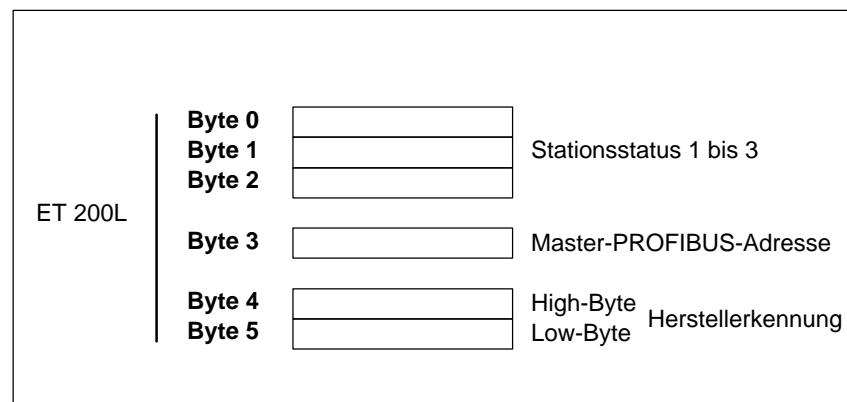

Bild 5-1 Aufbau der Slave-Diagnose
**Definition Stationsstatus** Der Stationsstatus 1 bis 3 gibt einen Überblick über den Zustand eines DP-Slaves (siehe Bild 5-1, Byte 0 bis 2).
Im Diagnosebyte Master-PROFIBUS-Adresse ist die PROFIBUS-Adresse des DP-Masters hinterlegt, der den DP-Slave parametriert hat (siehe Bild 5-1, Byte 3).
In der Herstellerkennung ist ein Code hinterlegt, der den Typ des DP-Slaves beschreibt (siehe Bild 5-1, Byte 4 und 5).